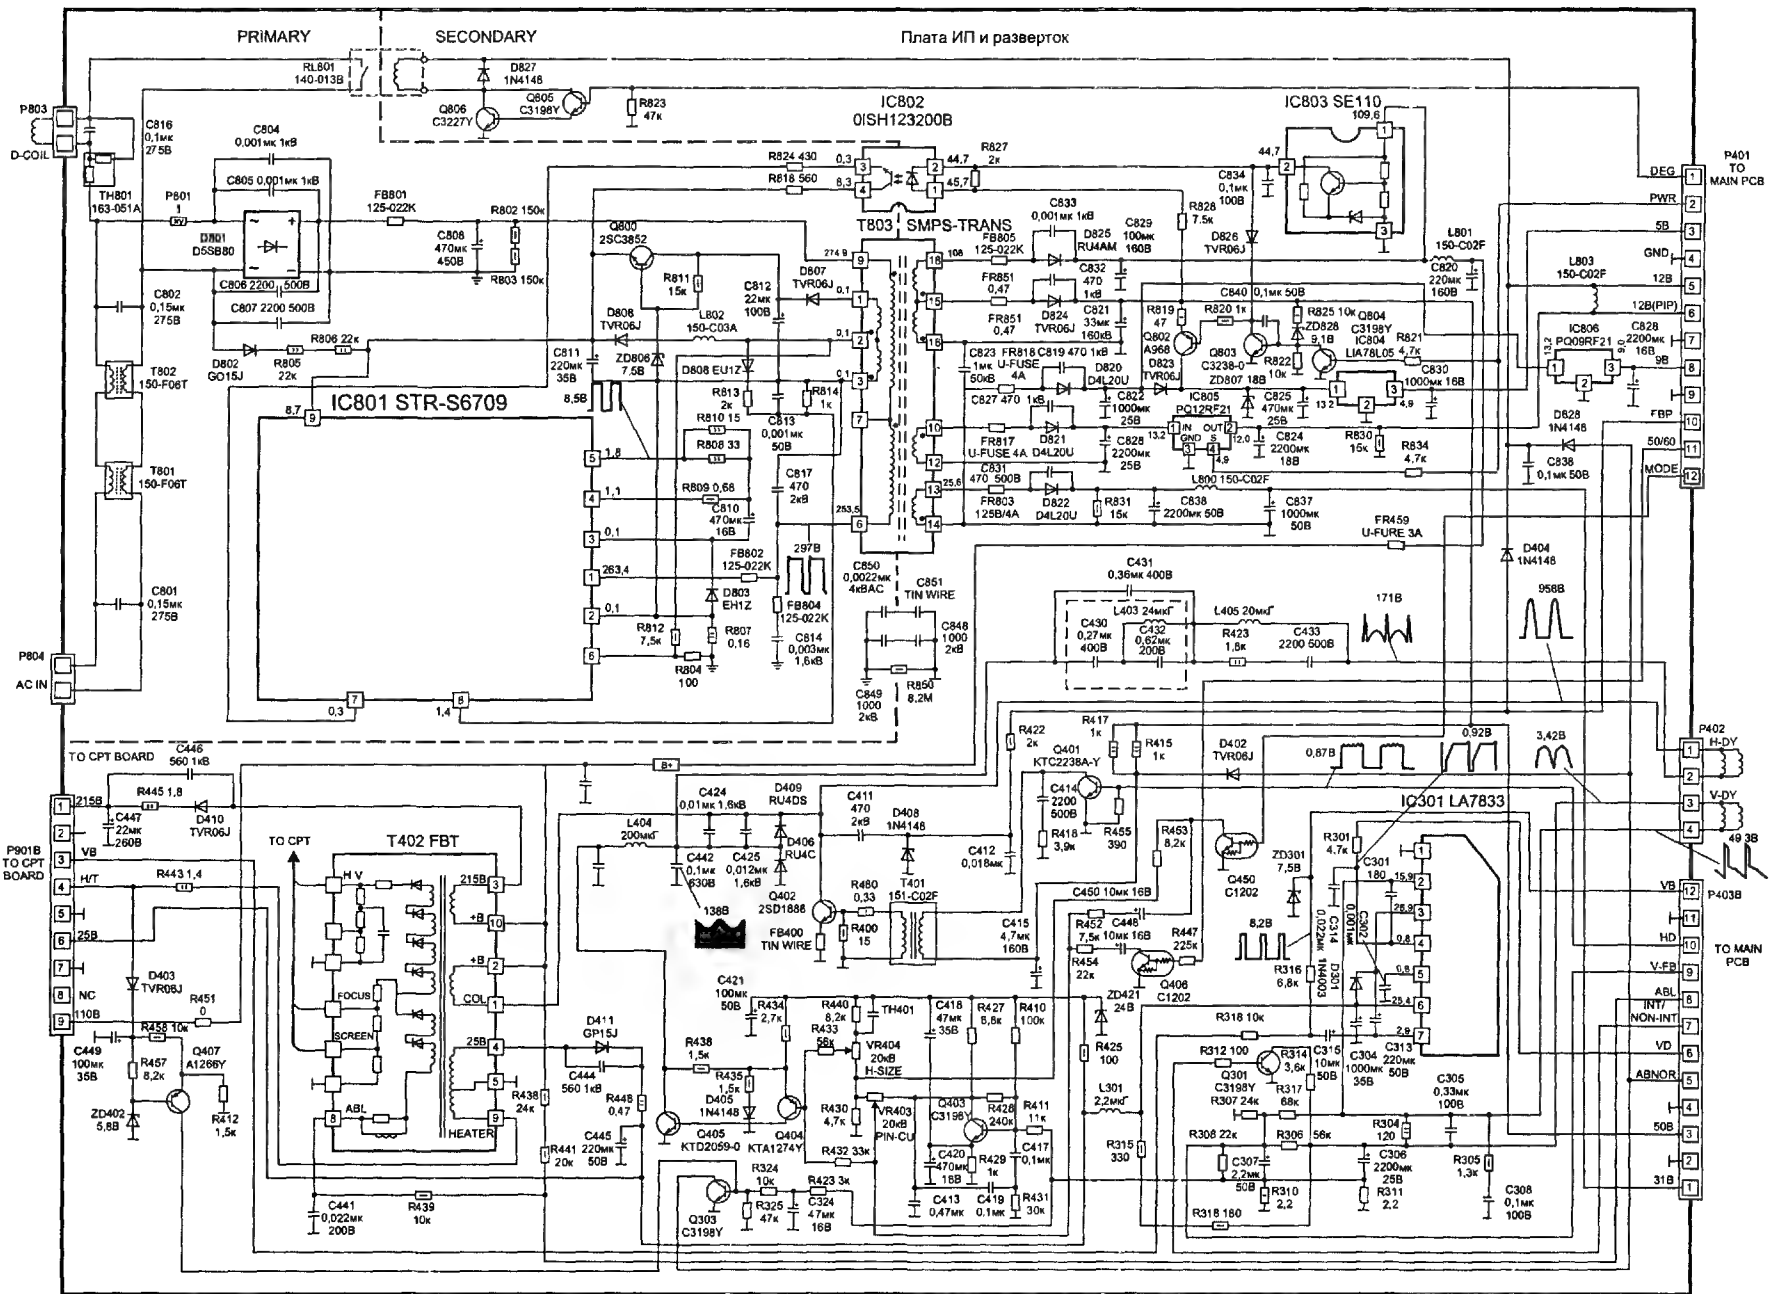

Рис. 2.2. Источник питания
Принципиальная схема шасси MC-71B представлена на рис. 2.2—2.6.
Принципиальная схема телевизоров на шасси MC-71B представлена на рис. 2.2—2.6.
Подключают телевизор к сети, включают его и измеряют напряжение В+ (около 110 В) на коллекторе транзистора Q402 (рис. 2.2). Если напряжение отсутствует, проверяют предохранитель FR459. Если он исправен, переходят к проверке ИП.
- на выв. 5 микросхемы должны быть импульсы (см. осциллограмму на рис. 2.2). Если их нет, отключают телевизор от сети и омметром проверяют на отсутствие короткого замыкания все вторичные каналы ИП: +110 В, +50 В, +31 В, +13 В (2 канала). Если все в норме, последовательно заменяют микросхемы IC803, IC802, IC801 до появления импульсов на выв. 5 IC801.
Проверяют наличие напряжения (4...5 В) на выв. 4 IC804 — см. рис. 2.2 (сигнал PWR). Если сигнал есть, и на выв. 1 IC804 есть напряжение +13 В — заменяют эту микросхему. Если сигнал PWR не активен — проверяют питание микропроцессора IC1 (+5 В на выв. 63, 64) и его внеш-
Включают телевизор и контролируют сигнал ABNORMAL на выв. 5 IC1 (см. рис. 2.3). Если он становится активным (низкий уровень), значит срабатывает защита. Детектор защиты реализован на элементах Q303, R325 (см. рис. 2.2).